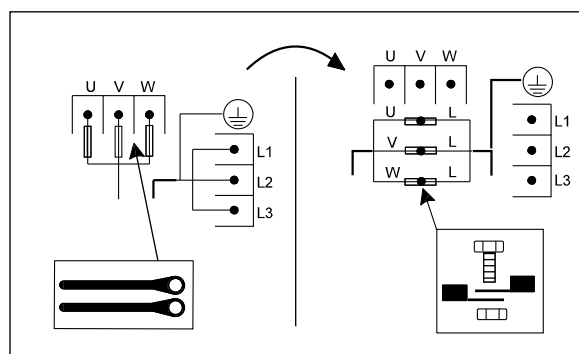

Fig. 45 Omkobling af en E-pumpe fra normal drift til nøddrift
3. Forbind lederne som vist i fig. 45.